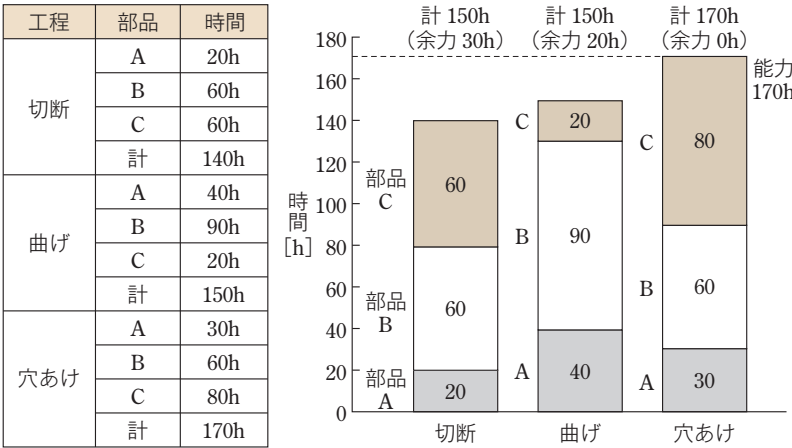

図7 工数山積表
工数計画^⑨は、負荷計画^⑩として考えることもでき、納期や生産量などから負荷を決め、人員や機械の能力を考慮して、余力をゼロに近づけるよう調整するものである。これは、納期の達成とコスト削減の達成において重要である。余力を調整し、効率のよい計画を立てるために工数山積表^⑪(図7)が使用される。